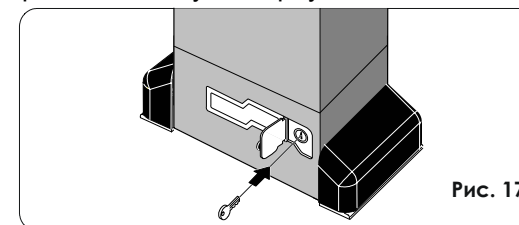

Рис. 17
1. Откройте защитную дверцу и вставьте ключ в замок (рис. 17)